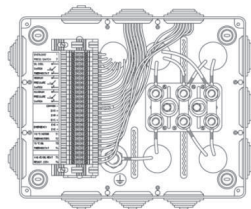

Fig. 15 – Caja de conexiones para centralita cableada
- La caja de la centralita con cableado (opcional) comprende (ver Fig. 15):